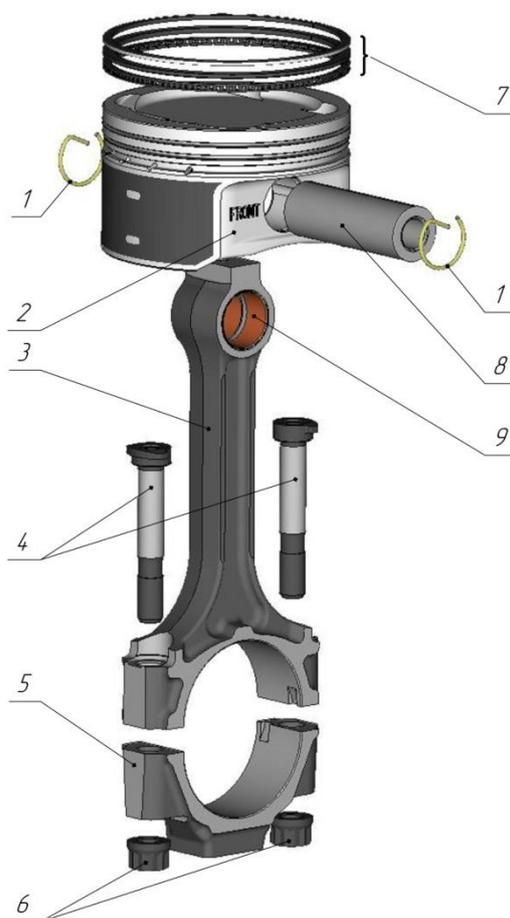

Рис.19. Поршень и шатун:
**Поршень 2** (рис.19) из алюминиевого сплава. Юбка поршня выполнена с бочкообразным вертикальным профилем и микрорельефом для улучшения приработки и снижения потерь на трение. В поперечном (горизонтальном) сечении юбка поршня имеет форму овала, где больший радиус расположен перпендикулярно оси поршневого пальца.